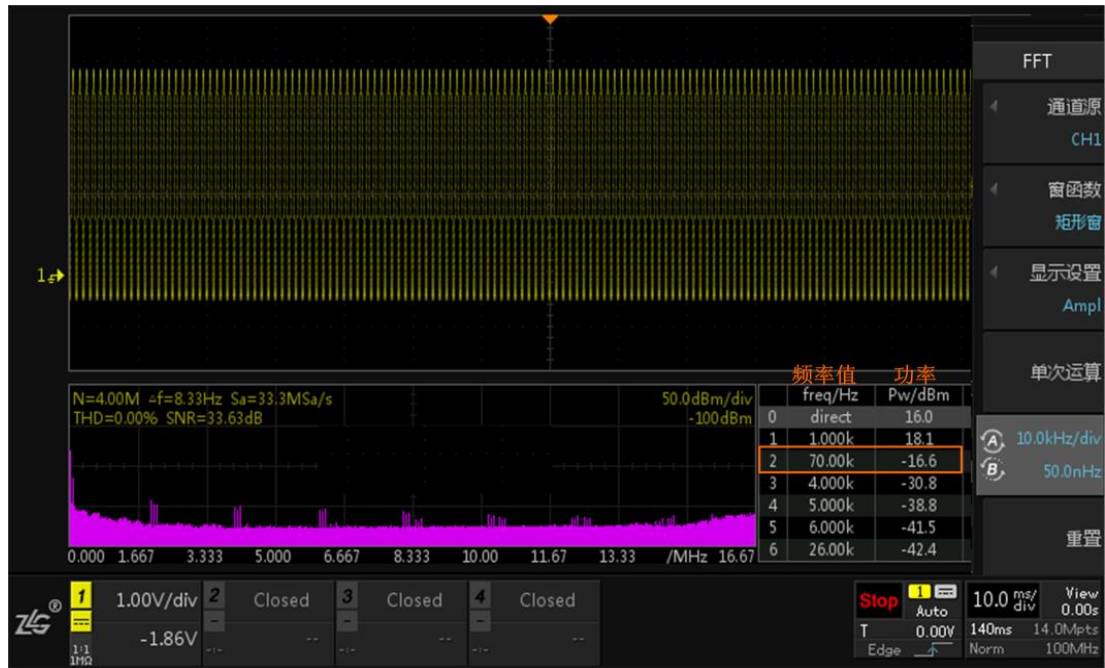

图 19.9 FFT 分析结果
- 3、点击“多功能控制区”中的【FFT】进入 FFT 分析界面，配置【通道源】、【窗函数】、【显示设置】后，在停止状态【Stop】下进行计算，结果如下图 19.9 所示；从图中可以看到除了直流分量和第一次谐波，分析出频率为 70KHz 的干扰谐波，可从表中分析出波形中所掺杂的谐波信号和其对应的 dBm 值等信息，方便对信号进行异常分析和异常滤除。